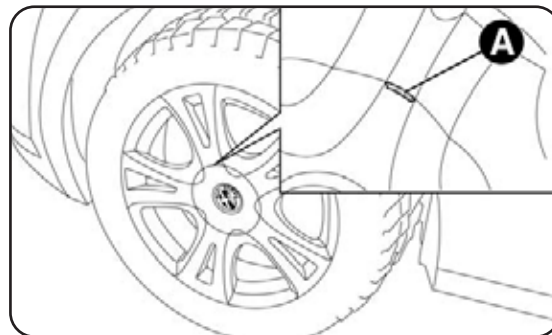

fig. 6
- per versioni con cerchi in lega: scuoti la vettura per facilitare il distacco del cerchio dal mozzo della ruota. Alcune versioni possono essere dotate di cerchi in lega con coppa coprimozzo (fig. 6). Per rimuovere la coppa inserisci il cacciavite nelle sedi A-fig. 6 in modo da rendere accessibili i bulloni di fissaggio. Procedi quindi alla sostituzione ruota secondo quanto precedentemente descritto.